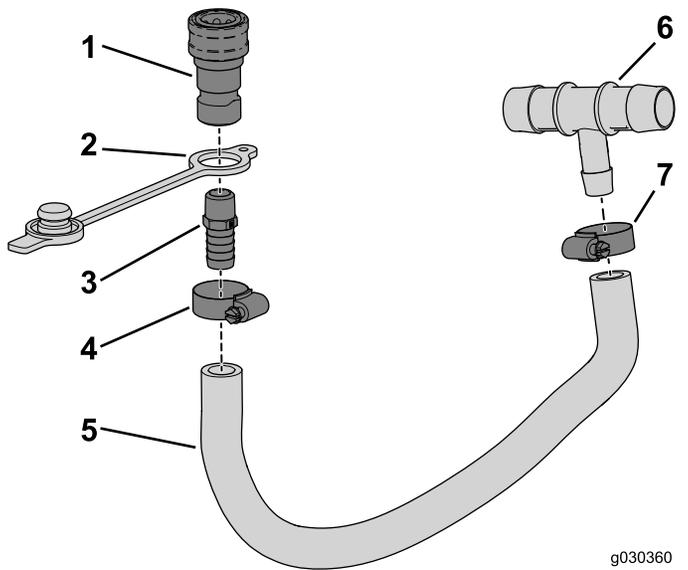

Figura 17
2. Fate scorrere il tappo antipolvere sull'estremità filettata del raccordo diritto, come illustrato nella Figura 17.
3. Avvitate il raccordo diritto sull'accoppiatore femmina (Figura 17).
6. Inserite l'estremità dentellata del raccordo diritto nel flessibile e fissatela con la fascetta stringitubo, come illustrato nella Figura 17.
7. Inserite l'estremità dentellata del raccordo a T nel flessibile e fissatela con la fascetta stringitubo, come illustrato nella Figura 17.
1. Rimuovete i tappi che coprono i fori nel tubo di supporto (Figura 17).